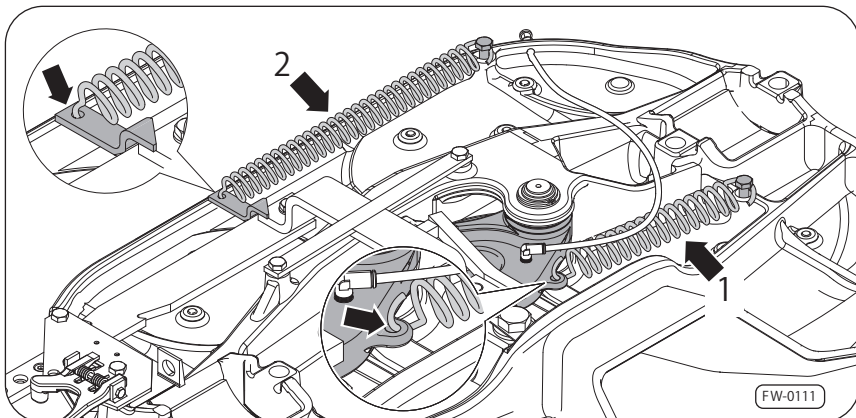

図27 スプリングを引っ掛ける
3. 新品のネジ(4x)(図27の矢印をベアリング・ブロック(ブラケット)に挿入し適正なトルクで締め付けてください。20ページ参照
カプラー・ジョーのテンション・スプリングの正しい取付け位置に注意して下さい。図27参照 アイレットの開口部は矢印の方向、つまり下向きでなければなりません。
5. スプリング（図27の矢印2）をカプラー・ジョーとリリース・レバー（矢印1）に引っ掛けて下さい。